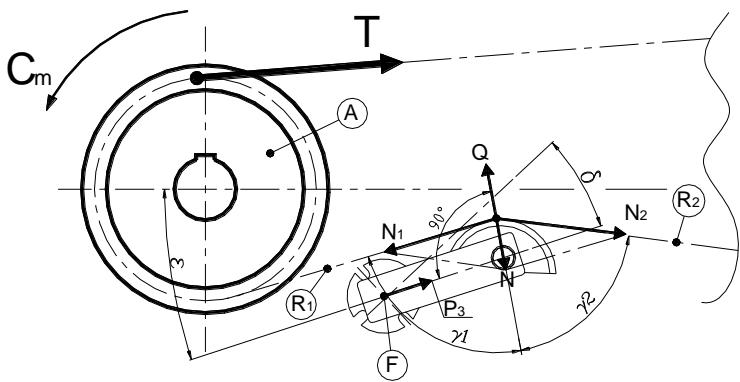

Fig 6
① Un tenditore sprigiona una forza Q (fig 6) perpendicolare al braccio di rotazione che per reazione è equilibrata dalla catena con la forza N che si ripartisce con le forze di trazione N1 e N2 sui rami in entrata e uscita dal tendicatena rispettivamente R1 e R2. Quando si posiziona un tendicatena bisogna far attenzione che le forze Q e N siano il più possibile sulla medesima direttrice in modo che non si sviluppino delle componenti tangenziali che vadano a scaricarsi sul fulcro. Anche se, entro certi limiti, queste indesiderate forze tangenziali sono annullate dalla forza di compressione assiale P3 della gomma. Il posizionamento del tenditore, quindi, dipende dall'angolo δ, ovvero l'angolo di lavoro dell'elemento elastico, e dall'angolo ε, ovvero l'angolo di posizionamento rispetto alla trasmissione, tali che gli angoli γ1 e γ2 siano il più possibile uguali.
② A tightener releases a force Q (fig 6) perpendicular to the rotation arm which by reaction is balanced by the chain with the force N which is distributed with the traction forces N1 and N2 on the sections entering and leaving the chain tightener, respectively R1 and R2. When positioning a chain tightener, you must ensure that the forces Q and N are as much as possible on the same line so that there is no formation of tangential components which would be discharged on the fulcrum. Even though, within certain limits, these undesired tangential forces are cancelled by the axial compression force P3 of the rubber. The positioning of the tightener therefore depends on the angle δ, that is the working angle of the elastic element, and on the angle ε, that is the positioning angle with respect to the transmission, so that the angles γ1 and γ2 are equal as much as possible.
③ Ein Spanner setzt senkrecht zum Dreharm die Kraft Q frei (Abb. 6), welche durch Reaktion von der Kette mit der Kraft N ausgeglichen wird. Die Kraft N wiederum teilt sich in die Zugkräfte N1 und N2 am Kettenarm R1 und R2 am Eingang bzw. am Ausgang vom Kettenspanner auf. Wenn ein Kettenspanner positioniert wird, muss darauf geachtet werden, dass die Kräfte Q und N so weit wie möglich auf der gleichen Linie liegen, damit keine Tangentialkomponenten entstehen, die den Schwenkpunkt belasten. Auch wenn diese unerwünschten Tangentialkräfte bis zu einem gewissen Punkt von der axialen Kompressionskraft P3 ausgeglichen werden. Die Positionierung vom Spanner hängt deshalb vom Winkel δ ab, also vom Arbeitswinkel vom elastischen Element, und vom Winkel ε, dem Winkel, in dem der Spanner bezogen auf den Antrieb positioniert wird. Dabei sollten die Winkel γ1 und γ2 möglichst gleich groß sein.